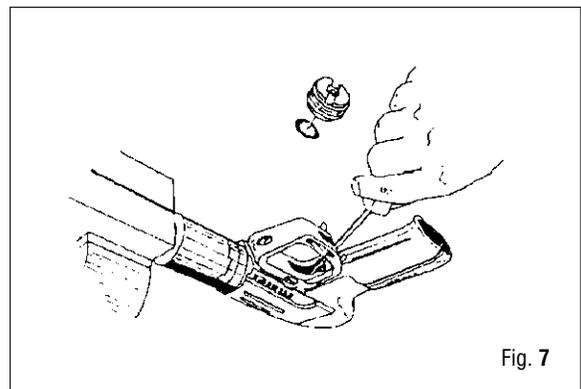

Fig. 7
21. Quite el seguro (49) extrayéndolo de la empuñadura (41).
22. Extraiga el pistoncito de conexión (45) con la herramienta especial (A-13) (diám.3mm) o con un par de pinza delgadas.
23. En la línea de Fusiles Competition, a partir del número de serie 92296000 quite el casquillo (47) con la herramienta (A-22) (Fig.7).